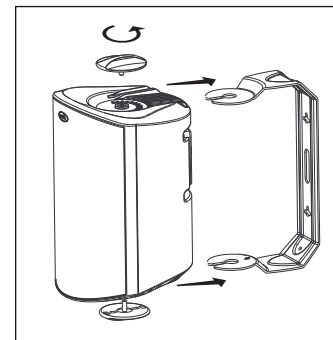

ABBILDUNG 10: Drehen Sie die Halterungs-Rändelschrauben, um die Halterung zu entfernen.
4. Verwenden Sie die Befestigungslöcher in den Halterungen als Vorlage und markieren Sie die Installationsstellen der beiden Löcher mit einem Bleistift. Sie müssen hierzu die Halterungs-Rändelschrauben oben und unten am Lautsprecher lösen und die Halterung entfernen [Abbildung 10].